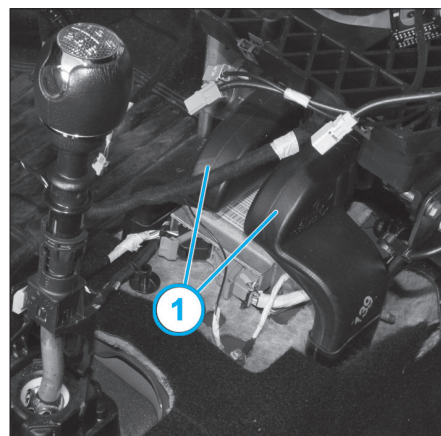

Fig. 11
- Déboîter les conduits d'air (1) (Fig.11).